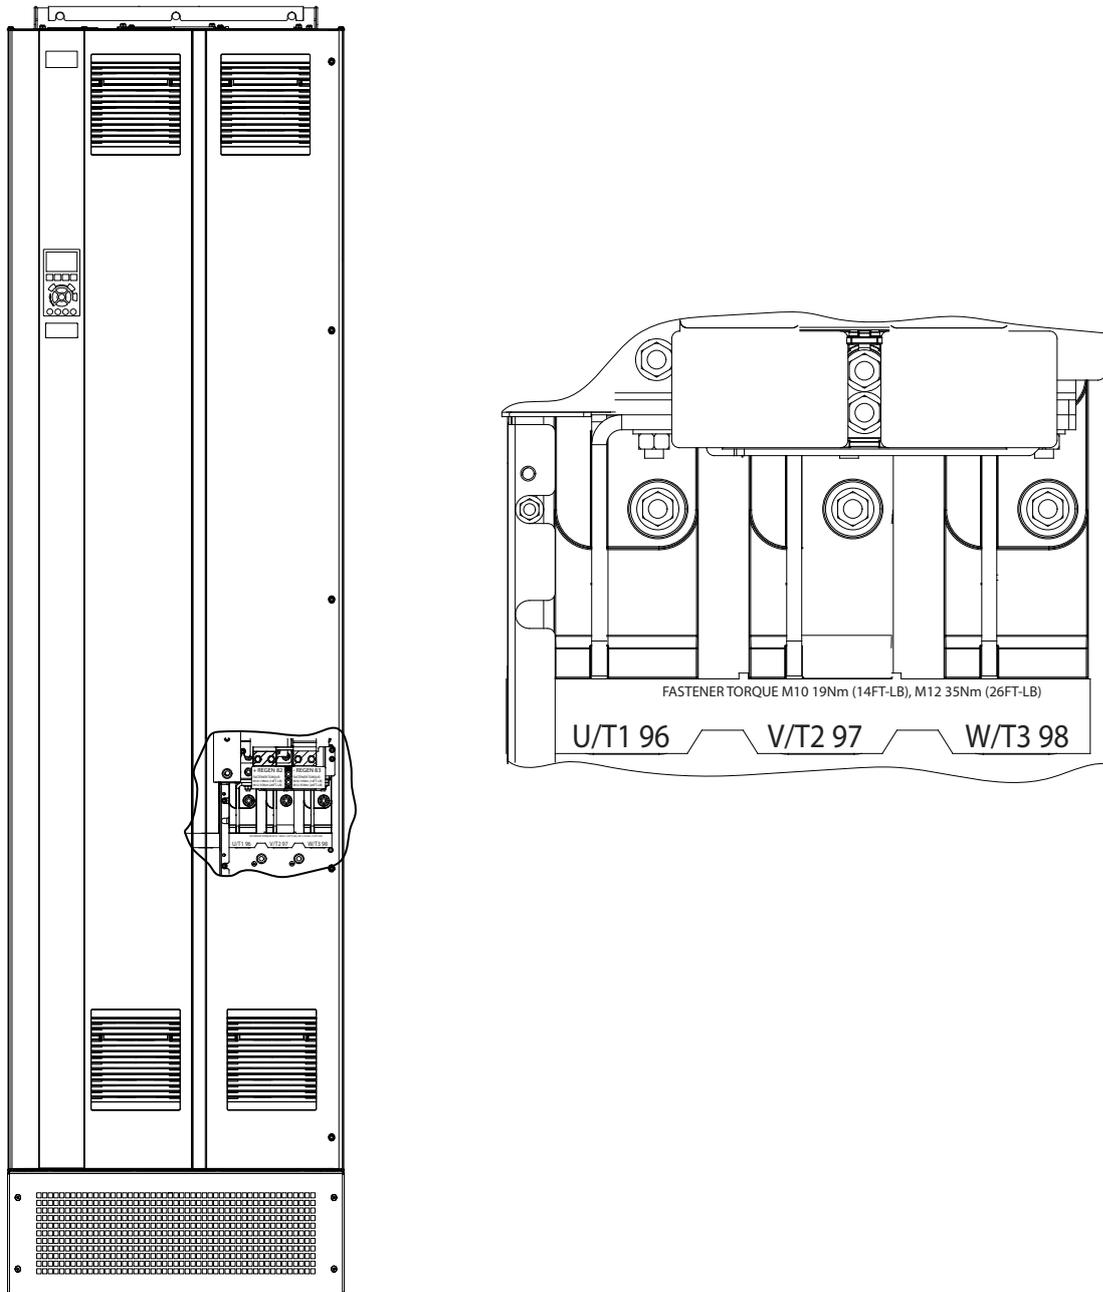

Abbildung 5.3 Motorklemmen (E1h abgebildet). Siehe Kapitel 5.7 Klemmenabmessungen für eine Detailansicht der Klemmen.
4. Schließen Sie die 3 Phasen des Motorkabels an die Klemmen 96 (U), 97 (V) und 98 (W) an (siehe *Abbildung 5.3*).